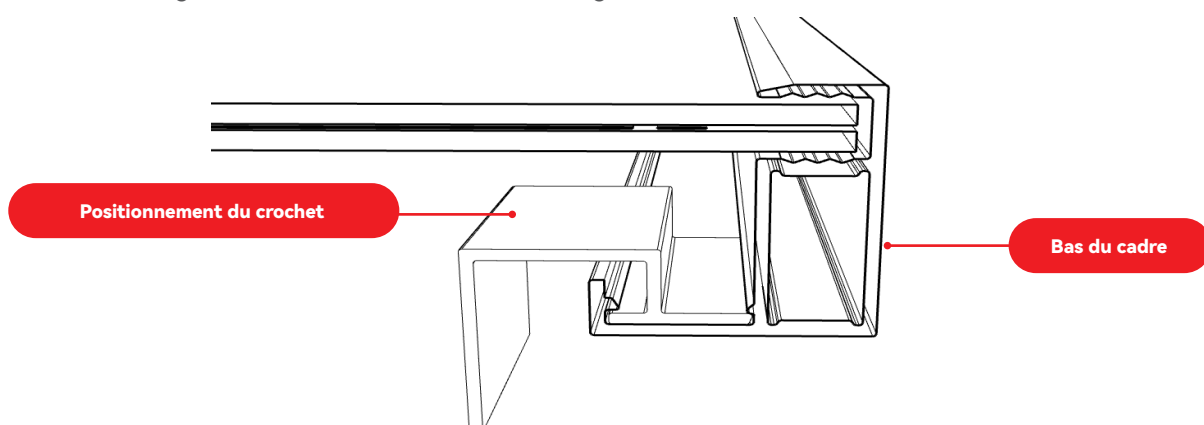
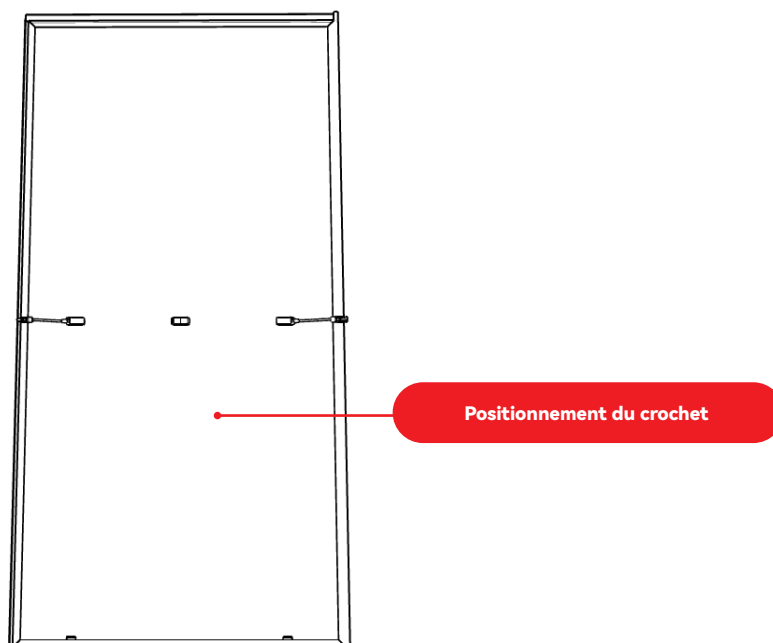

FIGURE 21
FIGURE 22
⑭ Avant d'installer la deuxième rangée de produits, installez d'abord les deux crochets de positionnement sur le cadre inférieur du produit (figure 21), et la distance entre les deux coins et les cadres gauche et droit est de 200 mm (figure 22).
⑮ Selon la méthode d'installation du premier produit de la première rangée, installez le support de montage sur la panne, puis placez le produit avec le crochet de positionnement installé en haut de la première rangée, et superposez les parties supérieure et inférieure (Figure 22), en utilisant les crochets de positionnement pour la mise en place ;